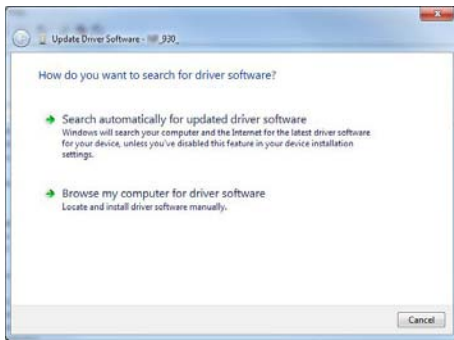

Abbildung 38: Treibersoftware aktualisieren
- Wählen Sie die Option "Auf dem Computer nach Treibersoftware suchen" (siehe Abbildung 38).